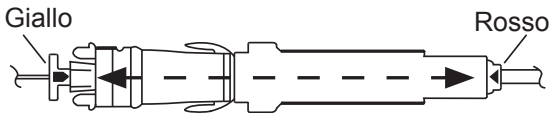

Figura 3. Allineamento dell'applicatore nella sonda
9. Far avanzare l'applicatore per allineare l'indicatore giallo (D) con la freccia rossa della sonda per biopsia. Fare riferimento alla Figura 3.